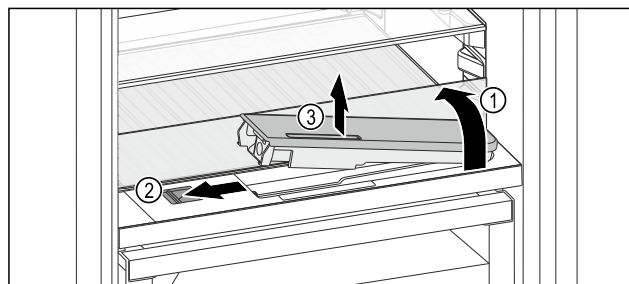

Fig. 118
- ▷ Skleněnou desku nadzvedněte a zaklapněte dozadu až na doraz *Fig. 118 (1)*.
- ▷ Posuvník *Fig. 118 (2)* posuňte doleva.
- ▷ Vyměňte nádržku na vodu *Fig. 118 (3)*.